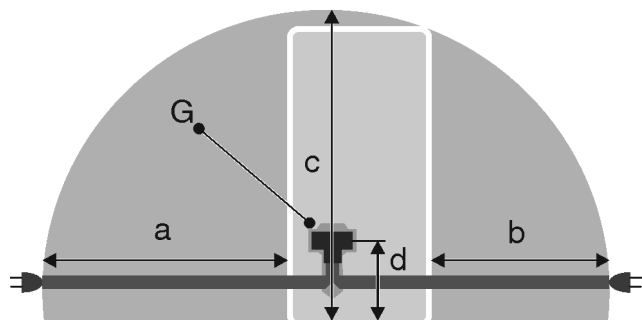

Fig. 26
- Zásuvka leží mimo oblast zadní stěny spotřebiče v dané oblasti Fig. 26 (a, b, c).
- ▶ Zástrčku spotřebiče Fig. 26 (G) zastrčte na zadní straně spotřebiče. Dávejte pozor na správné zaklesnutí.